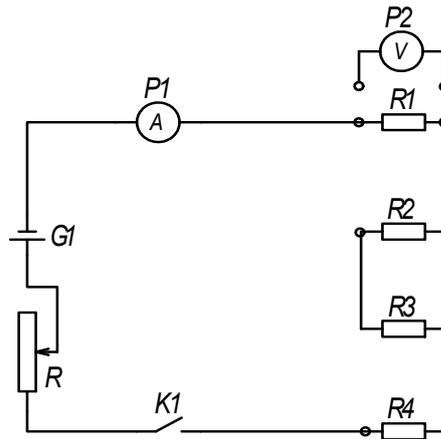

Рисунок 1
Для измерения сопротивления собирают электрическую цепь, схема которой представлена на рис.1.
1. Собрать электрическую цепь по схеме (рис. 1).